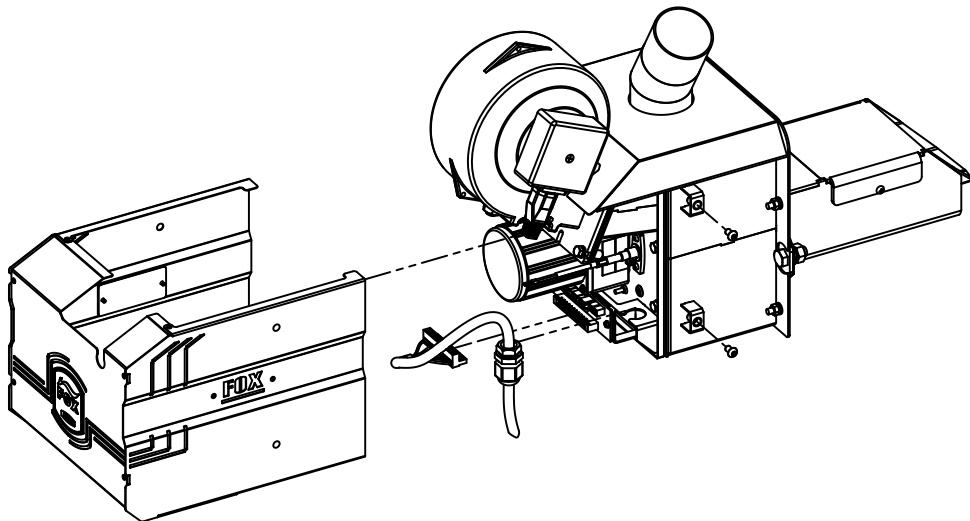

Рис. 14 Подключение кабеля управления к приставной пеллетной горелке
6.4.2. Подключение пеллетной горелки к пульту управления осуществляется с помощью кабеля с разъёмом, см. (Рис.14). Для подключения горелки отвинтите крепежные винты и снимите кожух горелки. Далее необходимо сальник, имеющийся на кабеле установить в специальный кронштейн на корпусе горелки и зафиксировать его гайкой. После этого разъем XS1 присоединить к ответной части на плате коммутации.